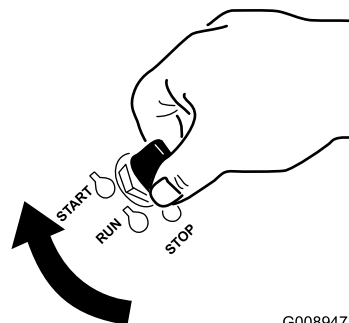

Figura 18
6. Girate la chiave di accensione in posizione di AVVIAMENTO (Figura 18).